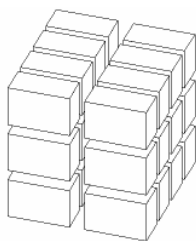

图 5-60 体的对面必须有相同数目的单元划分
- ① 体必须是砖形（六面体）、楔形或者棱柱（五面体）、四面体；
- ② 体的对面必须有相同数目的单元划分（图 5-60），或者其划分与一个网格渐变相匹配；